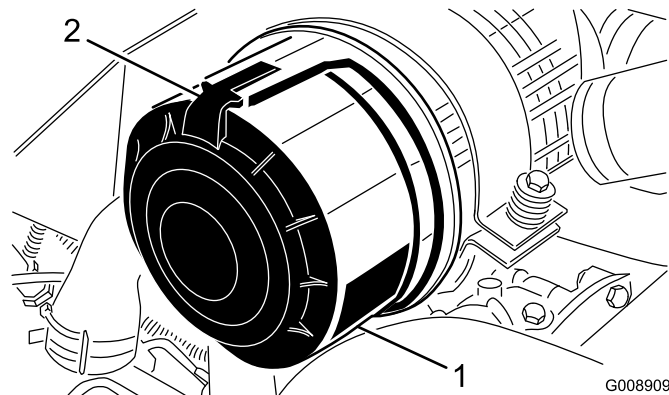

図 43
1. エアクリーナのカバーをボディーに固定しているラッチを外す（図 43）。